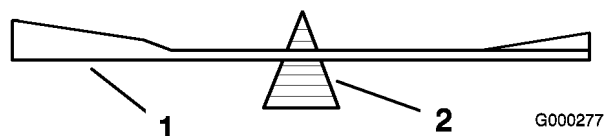
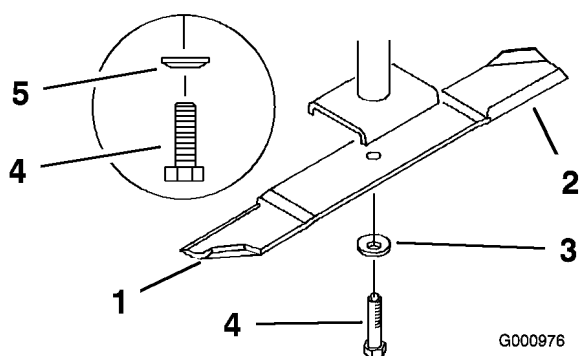

Figura 83
Figura 84
2. Togliete il bullone, il disco elastico e la lama dall'asse del fusello (Figura 84).
2. Controllate l'equilibrio della lama posizionandola su un bilanciatore (Figura 83). Se la lama rimane in posizione orizzontale, è bilanciata e può essere utilizzata. Se non è bilanciata, limate del metallo soltanto dall'estremità della costa (Figura 84). Ripetete la procedura finché la lama non è perfettamente bilanciata.
1. Montate la lama sull'asse del fusello (Figura 84).
2. Montate il disco elastico e il bullone della lama. Il cono del disco elastico deve essere montato verso la testa del bullone (Figura 84). Serrate il bullone della lama a 115-150 Nm.